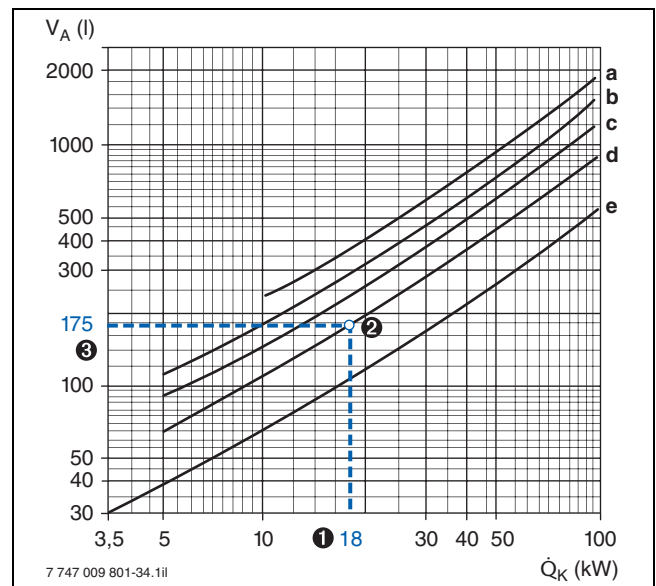

Bild 71 Anhaltswerte für den durchschnittlichen Wasserinhalt von Heizungsanlagen (nach ZVH-Richtlinie 12.02)
In Abhängigkeit von verschiedenen Parametern der Heizungsanlage lässt sich das Anlagenvolumen aus Bild 71 ablesen.
- ③ Gesamtwasserinhalt der Anlage = 175 Liter (→ Bild 71, Kurve d)
Das nach Punkt 3 aus dem Diagramm in Bild 71 abgelesene Anlagenvolumen muss kleiner sein als das maximal zulässige Anlagenvolumen. Trifft das nicht zu, ist ein größeres Ausdehnungsgefäß zu wählen.
- ❹ Erforderlich ist ein AG mit 12 Litern Inhalt, weil hierfür das nach Bild 71 ermittelte Anlagenvolumen kleiner als das maximal zulässige Anlagenvolumen ist.